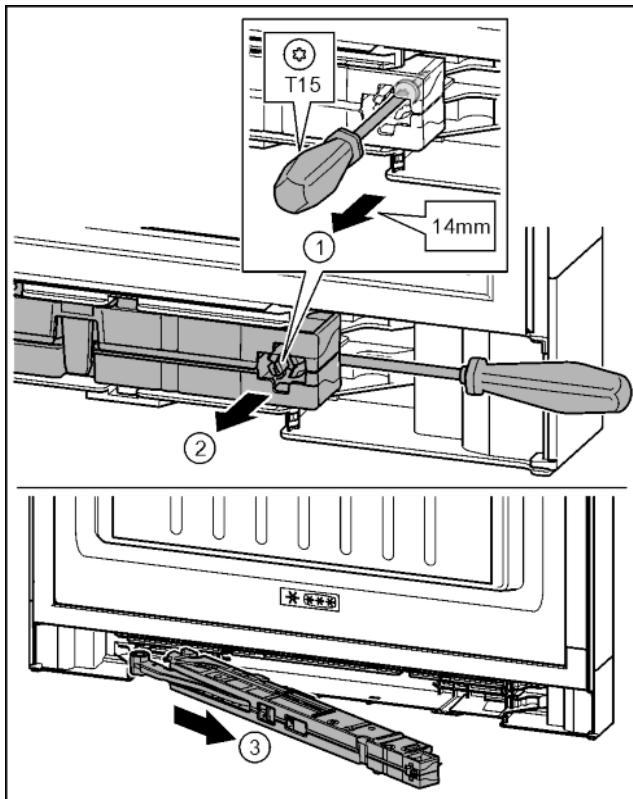

Fig. 18
- ▶ Ослабить винт на узле амортизатора с помощью отвертки T15 примерно на 14 мм. Fig. 18 (1)
- ▶ Переместить отвертку со стороны ручки за узел амортизатора. Повернуть узел вперед. Fig. 18 (2)
- ▶ Вытащить узел амортизатора. Fig. 18 (3)